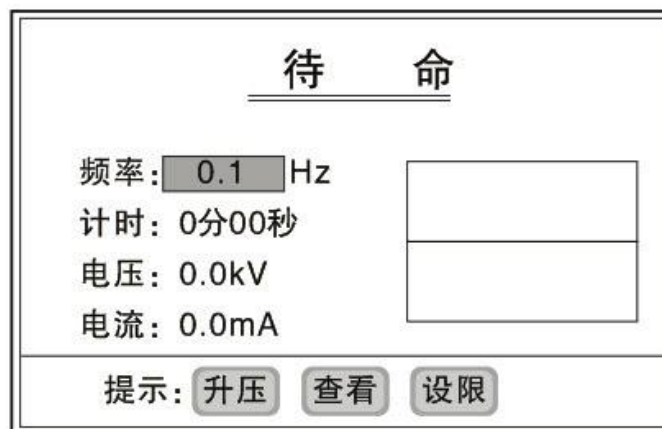

图6 (待命界面)
(C) 点击“返回”键，仪器进入图 6 所示的升压待命界面。
(3) 待命界面
按图 6 点击升压键后，仪器在电脑的控制下，按如下流程进行升压试验：自检→升压→等幅输出→停机
凡是通过了定时停机、点击“停机”键进行的停机、过压保护停机、以及过流保护停机的数据仪器自动将其保存为历史数据。最多能保存九次测量的数据，九次以前的将自动删除。点击图 6 中的“查看”键，可查看最近九次试验的历史数据